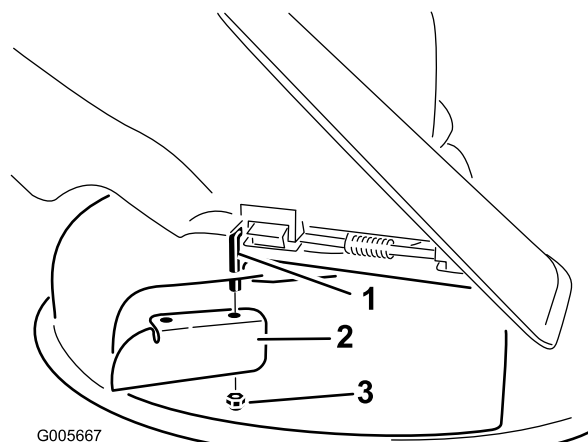

Figura 27
6. Installate il deflettore di scarico sull'asta di rotazione visibile (Figura 27). Usate il dado sottile in dotazione (3/8 pollice) per assicurare il deflettore al tosaerba.